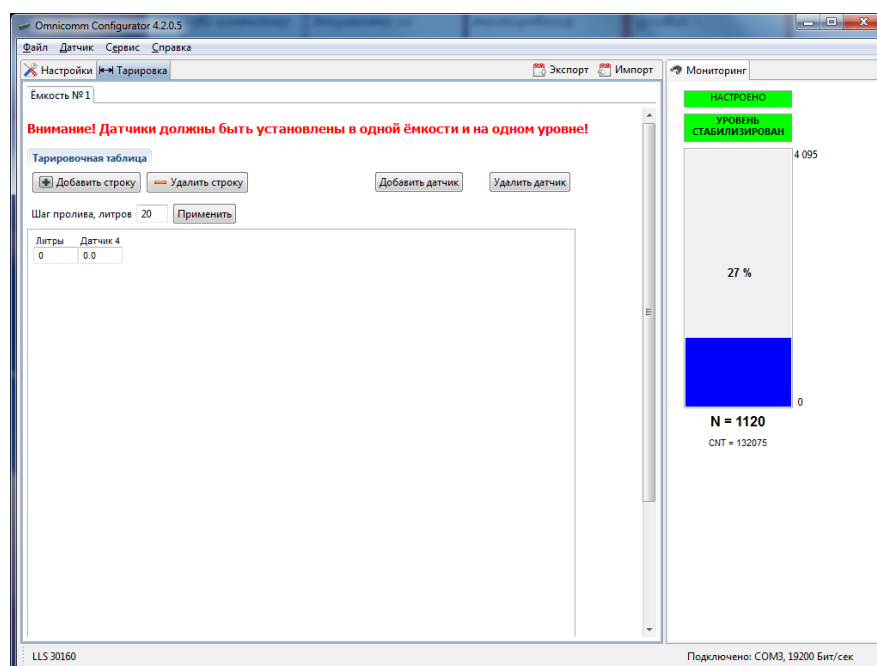

Рисунок 28
4) Открыть вкладку «Тарировка» (Рисунок 28).